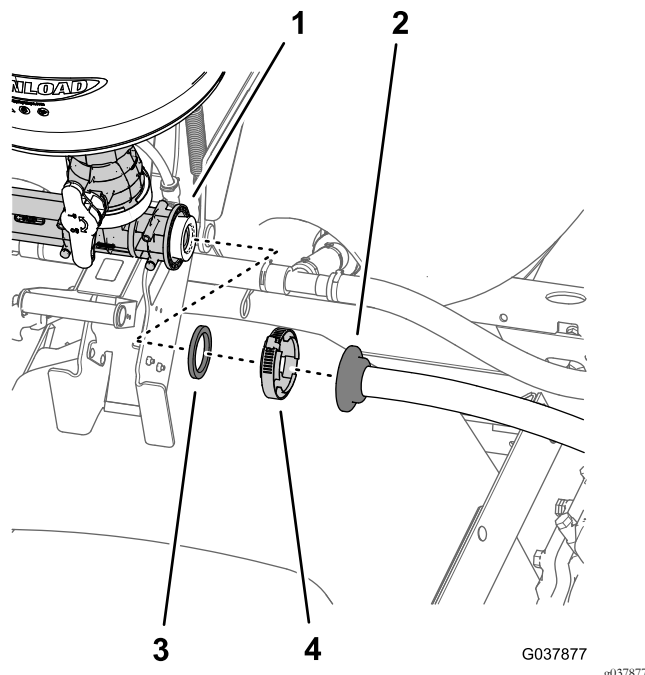

Figure 41
1. Déposez le collier bride qui fixe le raccord cannelé droit du flexible d'alimentation de mélangeur à la bride d'entrée du mélangeur (Figure 41).
2. Séparez le raccord cannelé droit du mélangeur et déposez le joint (Figure 41).